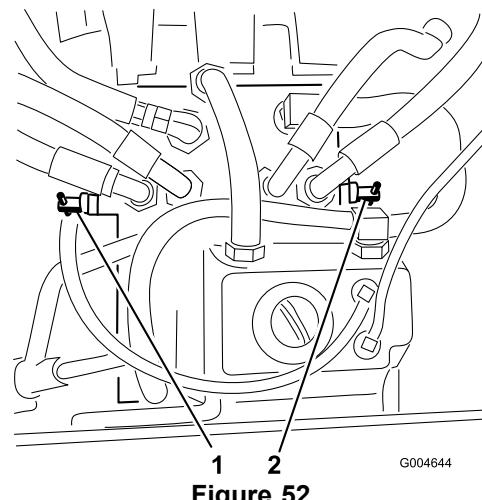

Figure 52
Tournez chaque vanne de dérivation d'un tour dans le sens horaire et serrez-les à la main (couple de serrage de 8 Nm [71 po-lb] approx.) (Figure 52).
3. Tournez les **deux** vannes de dérivation de 2 tours dans le sens antihoraire (Figure 52).